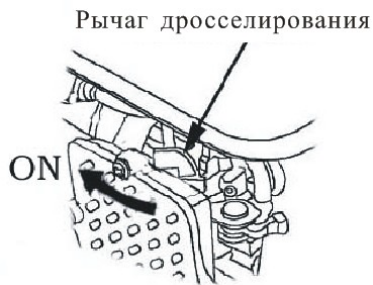

Рис. 10
5. Медленно сдвигайте рычаг дросселя до положения ON. Разогревайте двигатель до тех пор, пока он не начнет работать ровно (Рис. 10).